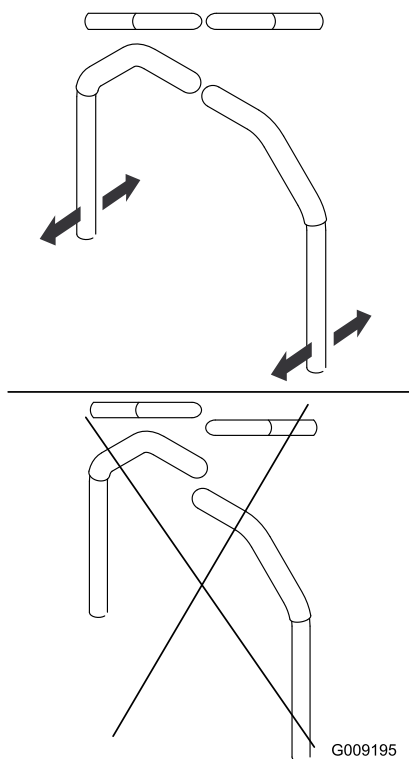

Figura 51
7. Alinee las palancas en el sentido adelante/atrás acercándolas a la posición de PUNTO MUERTO, y moviéndolas hasta que estén alineadas; luego apriete los pernos (Figura 51).